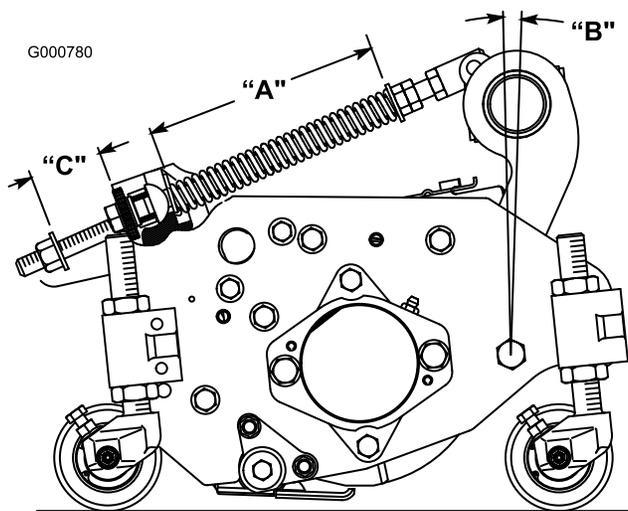

Figura 8
La molla di compensazione del manto erboso (Figura 8) collega il telaio portante all'elemento di taglio e regola l'entità della rotazione avanti e indietro a disposizione, come pure la distanza da terra durante il trasferimento e il cambio di direzione.
1. Serrate il dado di bloccaggio a tergo dell'asta della molla fino ad ottenere una luce di 25 mm tra la parte posteriore della staffa a molla e la parte anteriore della rondella (C) (Figura 8).
- Serrate i dadi esagonali sul lato anteriore dell'asta della molla, finché la lunghezza compressa (A) della molla non è di 20,3 cm (Figura 8).
Nota: Per il taglio di tappeti erbosi irregolari od ondulati aumentate la lunghezza compressa (A) della molla a 21,6 cm, e la distanza (C) tra la parte posteriore della staffa della molla e la parte anteriore della rondella a 38 mm (Figura 8).